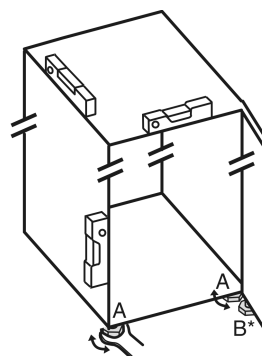

Fig. 2
- ▶ Nastavljive noge Fig. 2 (A) odvijajte s priloženim ključem z odprtim koncem in vodilom, dokler naprava ni trdno poravnana in vodoravna.
- ▶ Nastavljivo nogo Fig. 2 (B) na ležajnem podstavku spodaj odvijajte s priloženim ključem z odprtim koncem, dokler ne stoji trdno na tleh.
- ▶ Nastavljive noge Fig. 2 (B) obrnite za 90°.